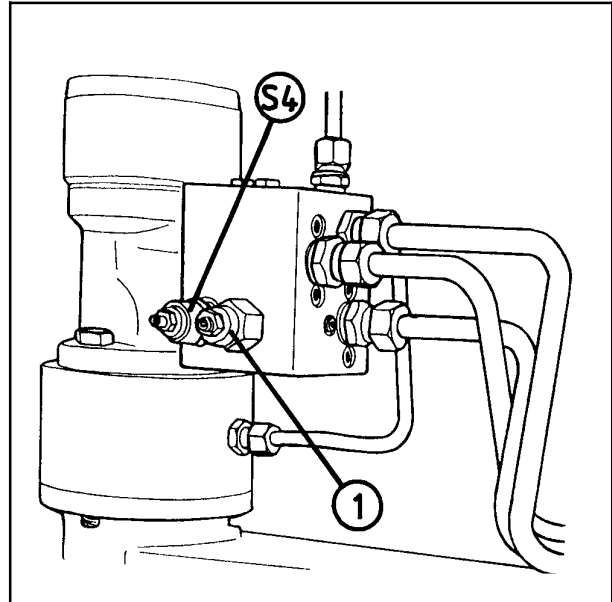

Bild 14-5
| Druckbegr. ventil für Wickelarm | = Ventil S4, (Bild 14-5). |
- c) **Sicherheitsventil an der Plusseite.** (S4, Abb.14-5).
- d) **Stromregelventil.** (Pos. 1, Abb. 14-5).